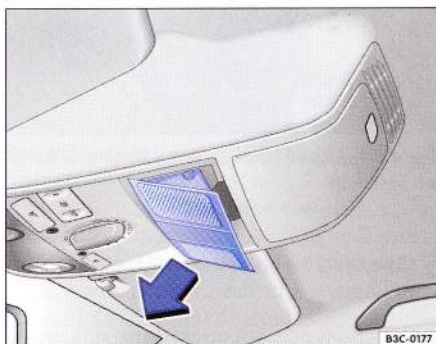

Fig. 43 În plafon: Scoateți capacul.
- Îndepărtați capacul în sensul indicat de săgeată ⇒ fig. 43.